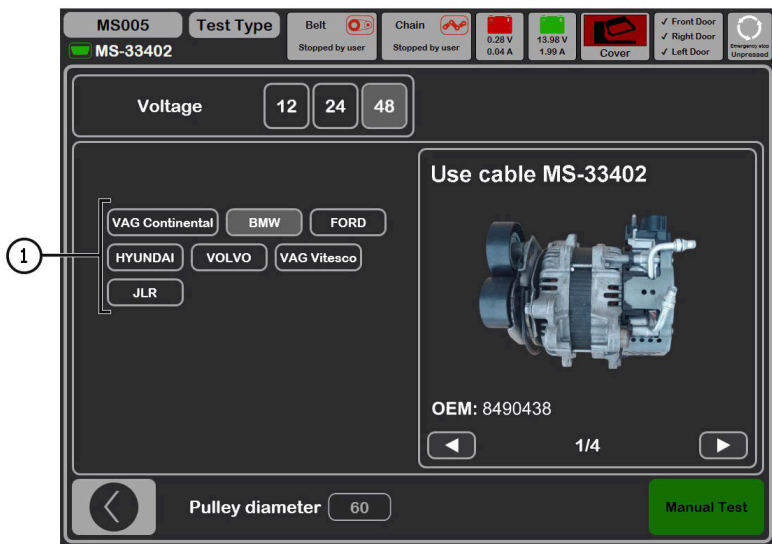

图 28. 48V 交流发电机选择菜单
4. 进入 “Alternator” 菜单。选择 48V 交流发电机检测模式以及与交流发电机相对应的车型或总成的 OEM 编号（见图 28 中位置 1）。同时设置交流发电机皮带轮直径。